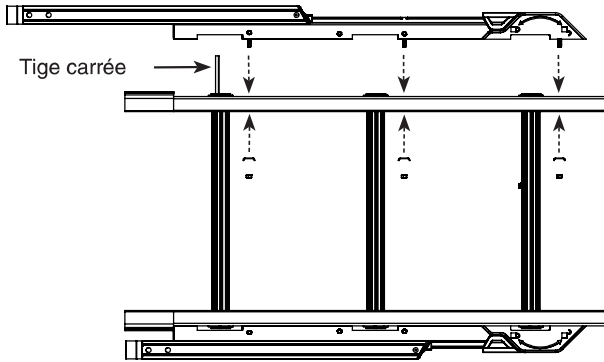

Fig. 6
17. Pour installer la tige carrée, rétractez entièrement le côté fixé de la niveuse et étendez complètement son autre côté, (Fig. 6)
1. Placez l'autre côté de la niveleuse sur la tige carrée (Fig. 6) et insérez l'ensemble des 6 boulons à travers les trous filetés du rail d'échelle.
2. Placez chaque plaque de soutien avec les brides tournées vers l'extérieur (Fig. 6) sur chacun des jeux de boulons.